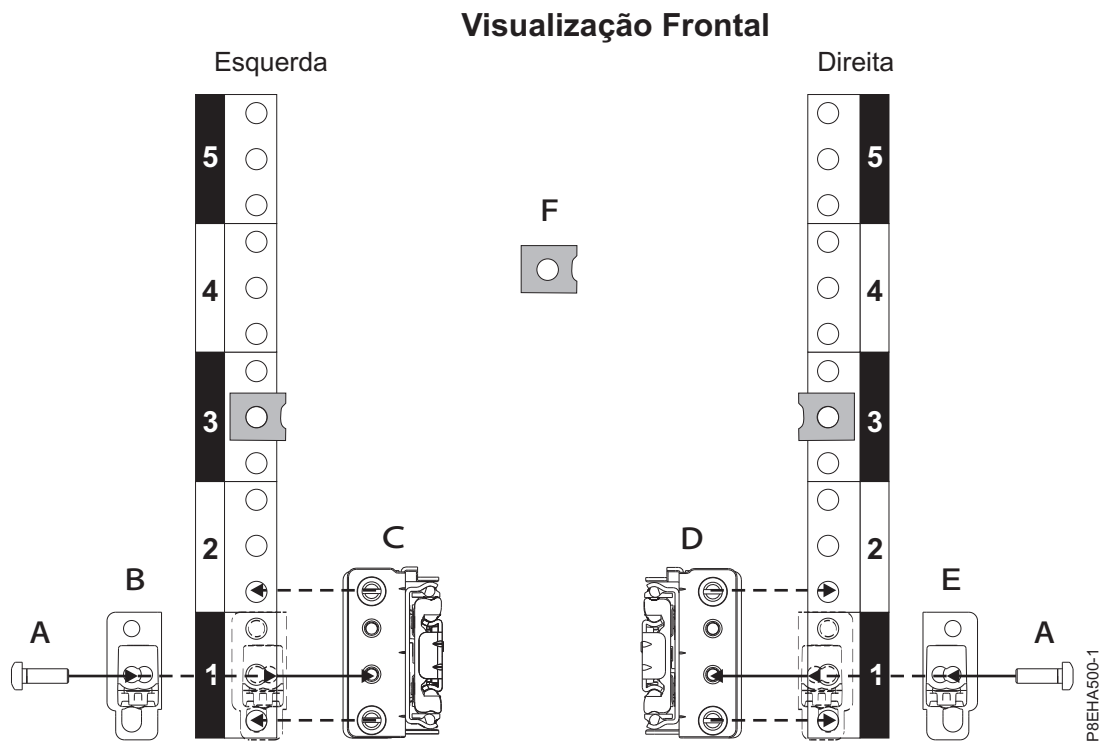

Figura 4. Conectando os trilhos deslizantes na frente do rack
3. Na frente do rack, posicione o trilho deslizante esquerdo (**C**) entre os padrões de montagem frontal e traseiro do lado esquerdo do rack EIA, conforme mostrado em Figura 4 na página 5.
6. Posicione o slam-latch bracket (**B**) para cobrir o espaço do EIA frontal do trilho deslizante, conforme mostrado em Figura 4.
7. Use a ferramenta hexa T25 para prender o suporte com trava de bloqueio no flange do trilho frontal com um parafuso de cabeça cilíndrica de soquete torx M5 X 16 mm (**A**) colocado no buraco do meio (1b) da unidade do rack EIA conforme mostrado em Figura 4.
8. Repita as etapas de 2 na página 4 a 7 para o trilho deslizante direito (**D**), conforme mostrado em Figura 4. O trilho deslizante direito tem um identificador R gravado no local frontal.
9. Conecte as duas presilhas de encaixe (**F**) aos locais 3b do EIA relativos nos padrões verticais frontais direito e esquerdo do EIA, conforme mostrado em Figura 4.